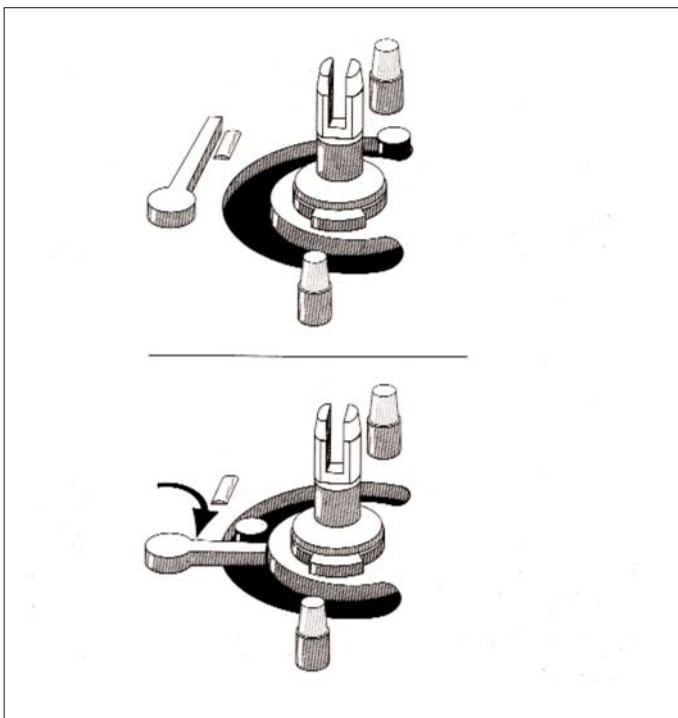

Рис. 5.2 Активизация защиты от ожога
- Поверните красный рычажок до указанного на рис. 5.2 положения и закрепите с помощью фиксатора